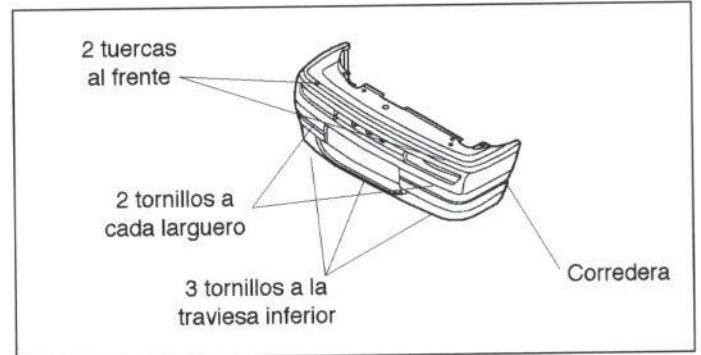

Figura 14.- Unión del paragolpes delantero
En la figura 14 se muestra la fijación de este elemento.
- Paragolpes (figura 14).